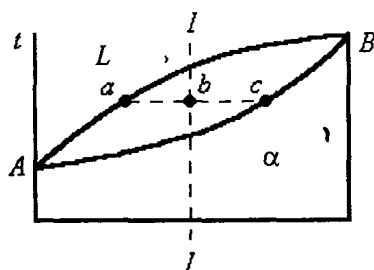

Рис. 29
65. Отношением каких отрезков определяется количество кристаллической фазы в сплаве / - / в точке h (рис. 29)?